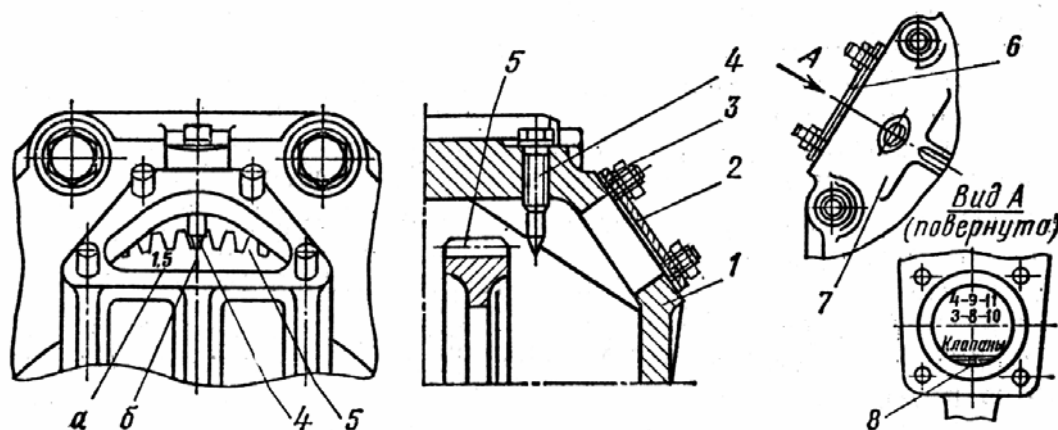

Рис. 1.3. Вид на метки для регулировки клапанного механизма двигателя ЯМЗ-240Б:
- снять крышку 2 (рис. 1.3) смотрового люка, находящуюся на картере маховика. Совмещение определенной риски с указателем определяет положение, при котором можно регулировать зазоры в клапанном механизме на нужном цилиндре;